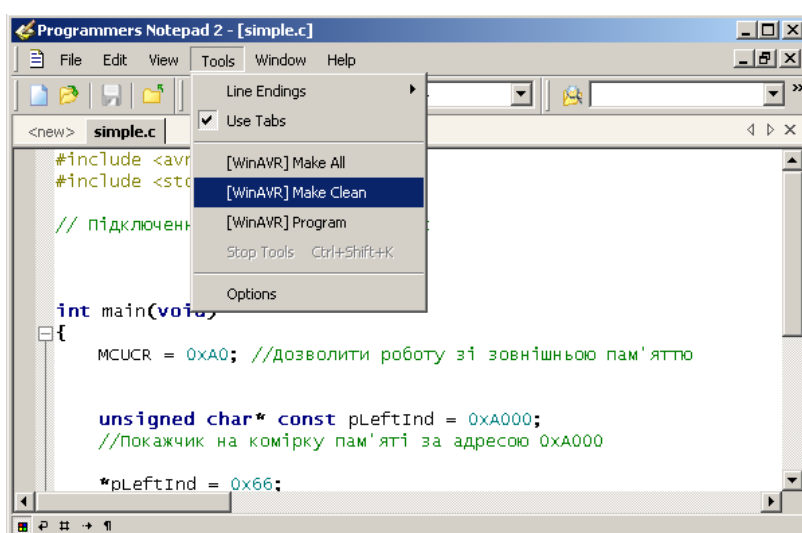

Рисунок 1.11 – Виконання make clean
2. Обираємо пункт меню Tools→[WinAVR] Make Clean (рис. 1.11).